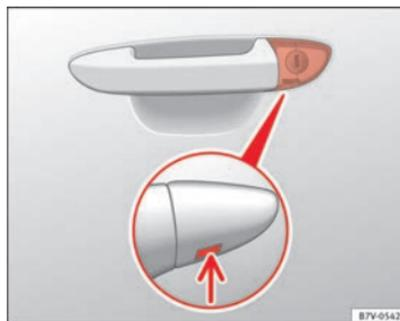

Fig. 54 Manilla de la puerta del conductor: Bombín de cierre oculto.
- Introduzca el espadín en la abertura de la tapa de la maneta de la puerta del conductor desde abajo ⇒ fig. 54 (flecha) y eleve la tapa de abajo hacia arriba.